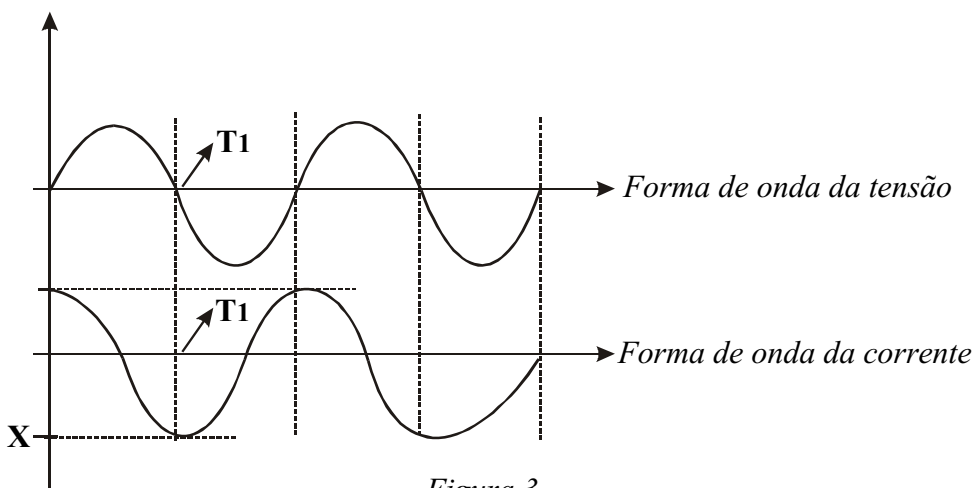

Figura 3
- Acontecerá o seguinte, ao aplicarmos uma tensão alternada sobre um indutor: a corrente irá se atrasar em relação à tensão, ou seja, haverá uma defasagem entre uma e outra. Veja a *figura 3*.